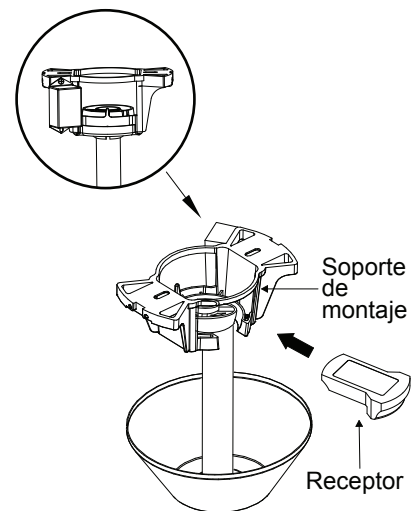

Fig. 13
Paso 1. Inserta el receptor dentro del soporte de montaje de techo con el lado plano del receptor hacia el techo. (Fig. 13)